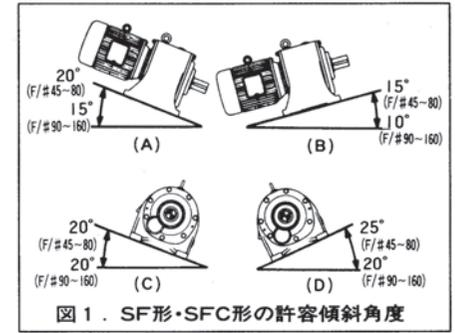

図1. SF形・SFC形の許容傾斜角度
据付け角度	原則として水平取付け、やむを得ない場合は図1の範囲内で取付可能。
- (b)据付台は、機械加工されたもので水平、確実に取付けてください。もし、傾斜してお使いになる場合は、図1の値を越えないようにしてください。